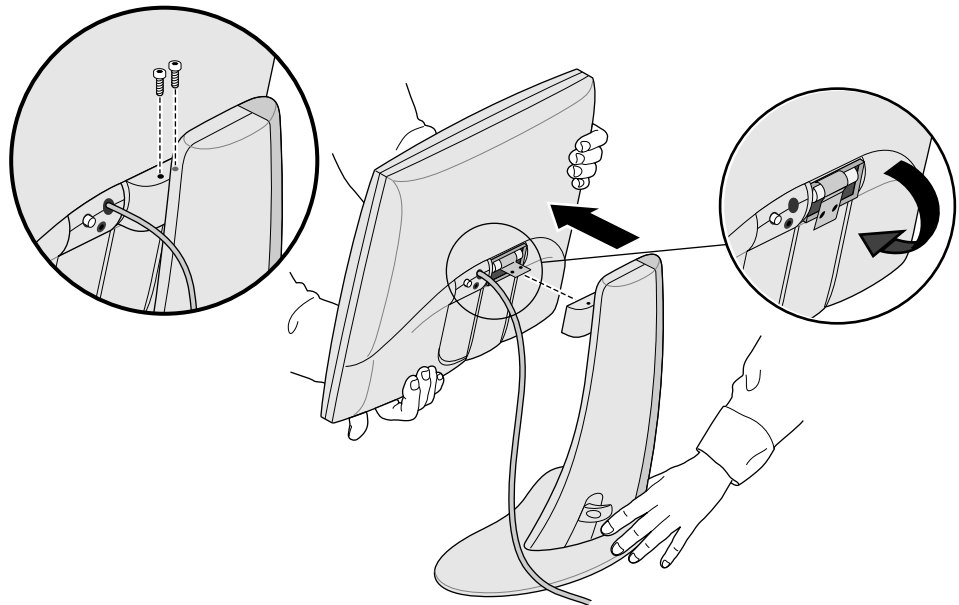

図 1-4 モニタ台からモニタを取り外す
4. 図 1-4 のようにモニタを支えながら、3 mm 六角ねじドライバを使って2本のねじを緩めて取り外します。このねじはモニタをモニタ台に固定するのに使われています。モニタを再度取り付ける際にこのねじは必要になりますから、保管しておきます。
6. モニタ背面にある金属のつまみは折りたたむことが可能です（図 1-4 参照）。この時ペンチが必要です。